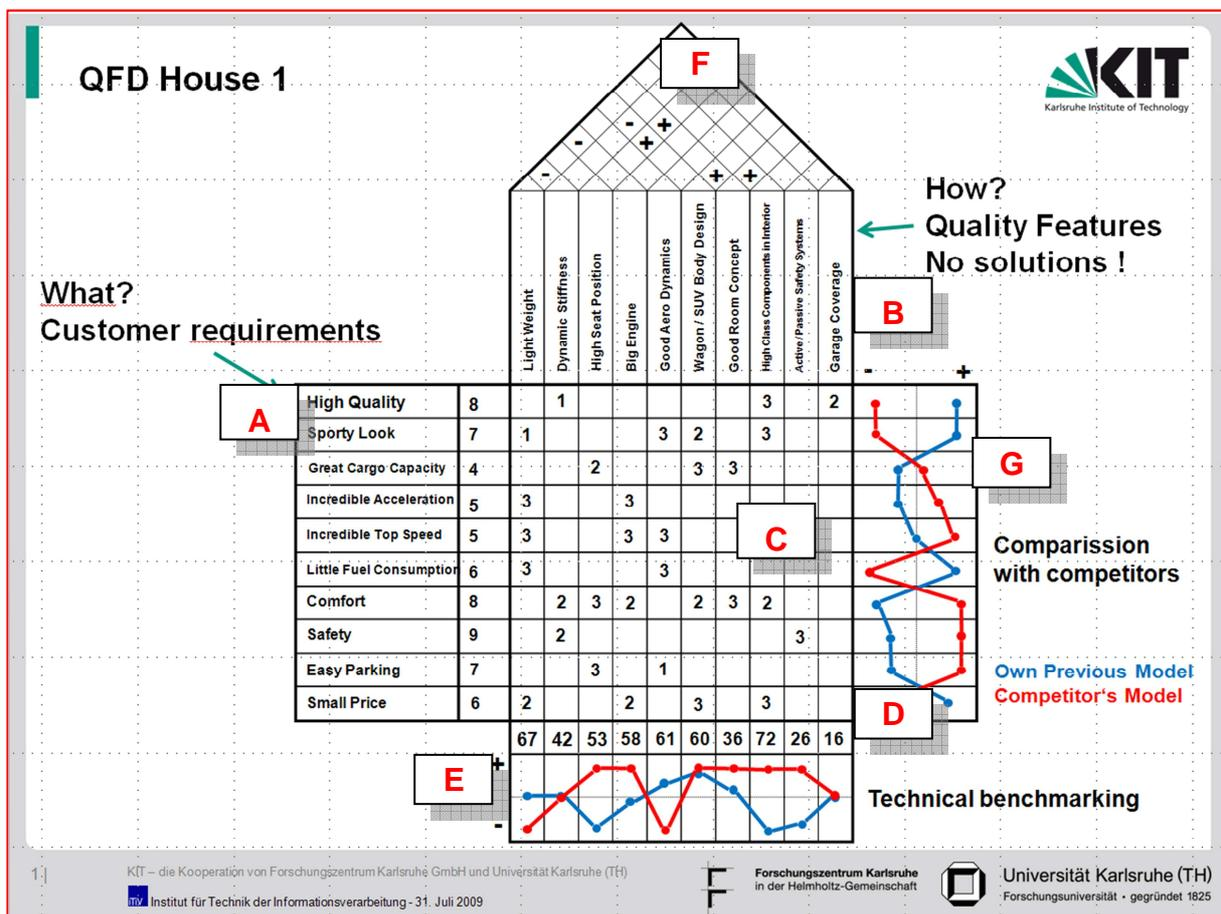

Figure 7: Quality Function Deployment (House 1)
Insert the customer requirements and the product characteristics in the right places in the Quality Function Deployment diagram (Figure 7).
Fügen sie die kundenspezifischen Anforderungen und die Produkt-Charakteristika an geeigneter Stelle in das Quality Function Deployment Diagramm **Fehler!** **Verweisquelle konnte nicht gefunden werden.** (Figure 7) ein.
Evaluate the correlations between the characteristics of your product in the roof of the very same diagram (Figure 7). Perform a quality function analysis for the content of the diagram. This implies the comparison of your own previous model with the competitor's model in the terms customer requirements and characteristics of your product. Use the information given in Table 5.
*Bewerten Sie die Wechselbeziehungen zwischen den Charakteristika Ihres Produkts im Dach des Quality Function Diagramms (Figure 7). Führen Sie eine Quality Function Analysis für den Inhalt des Diagramms durch. Dies impliziert den Vergleich Ihres eigenen Vorgängerproduktes mit dem Konkurrenzprodukt in Bezug auf kundenspezifische Anforderungen und Charakteristika Ihres Produkts. Verwenden Sie die Informationen aus **Fehler! Verweisquelle konnte nicht gefunden werden.** Table 5.*